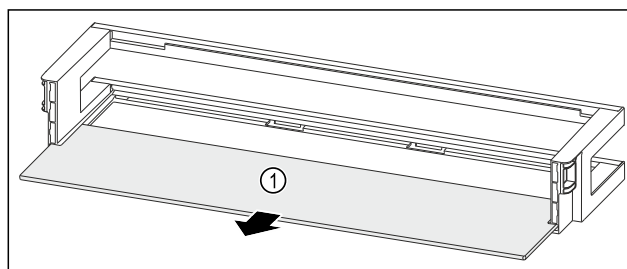

Fig. 247 Dveřní přihrádka s odkládací plochou
- ▶ Odkládací plochu Fig. 247 (1) odeberte.